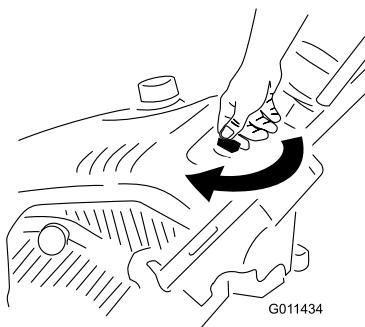

Figure 13
- Tournez la clé dans le sens horaire en position Contact (Figure 13).